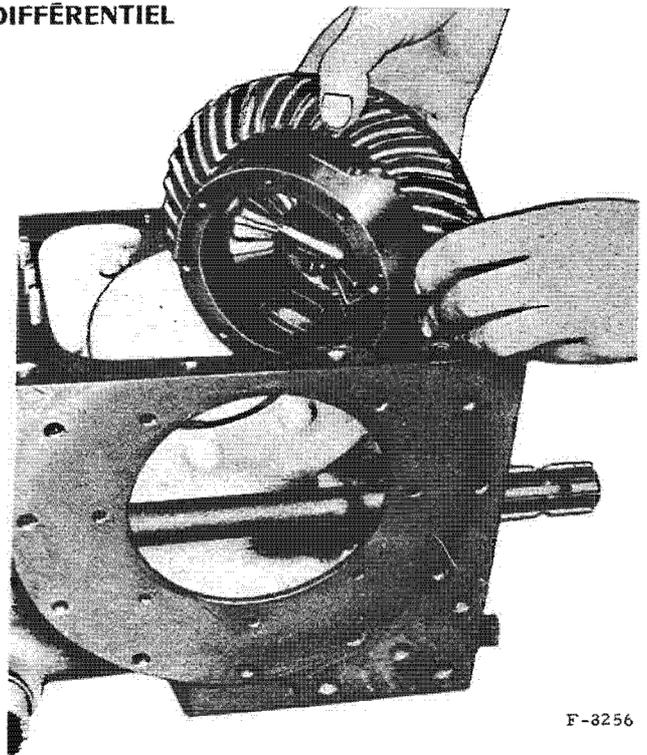

Fig. 56. - Mise en place de la couronne.
- Placez à l'intérieur du carter la couronne avec la partie du boîtier de différentiel à laquelle elle est fixée. Afin de faciliter l'opération, veillez à ce que la boîte de vitesses soit au point mort (fig. 56).